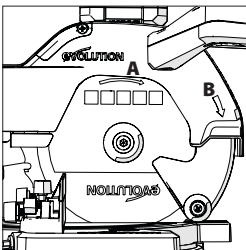

Fig. 27
Accertarsi che la freccia di rotazione sulla lama (A) combaci con la freccia di rotazione in senso orario sul coprilama superiore (B) (Fig. 27).